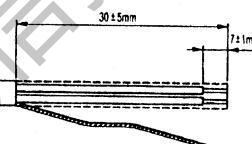

图25
2. 屏蔽线（遥控器线和传送线用）的室内机连接侧的加工尺寸请参见图 25。